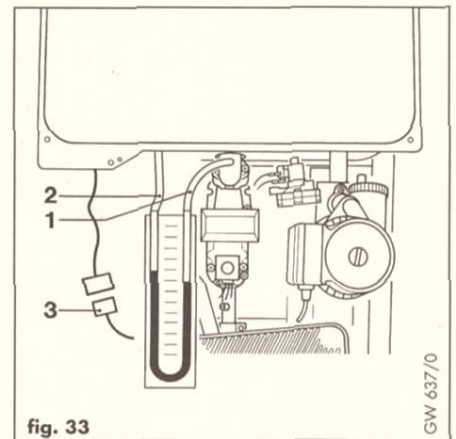

fig. 33
- Interrompere il collegamento elettrico alla sonda NTC (3, fig.33).
- Allentare la vite del punto di presa pressione agli ugelli (1, fig.32) ed inserire un lato del manometro ad U (1, fig.33).
- Togliere il cappuccio di plastica dalla presa (2, fig.32) e collegare l'altro braccio del manometro alla camera di combustione (2, fig.33).
Per l'allacciamento del manometro, allentare la vite del punto di presa pressione agli ugelli (1, fig.32) ed inserire un lato del manometro ad U (1, fig.33).Togliere il cappuccio di plastica dalla presa (2, fig.32) e collegare l'altro braccio del manometro alla camera di combustione (2, fig.33).